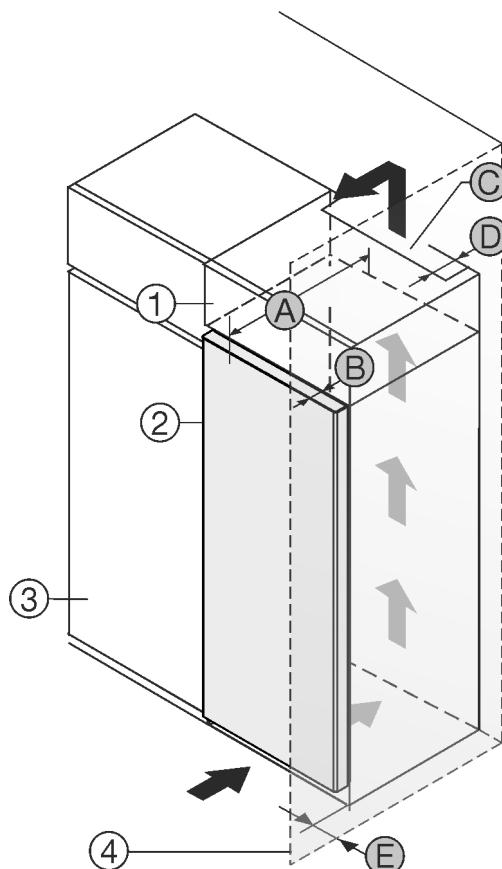

Fig. 1
Puteți amplasa aparatul direct lângă dulapul de bucătărie Fig. 1 (3).*
În partea din spate a dulapului suspendat trebuie să existe o fantă de aerisire cu grosimea Fig. 1 (D) pe toată lățimea dulapului suspendat.*
Sub tavanul încăperii trebuie să fie respectată secțiunea de ventilație Fig. 1 (C).*
Atunci când montați aparatul cu balamalele lângă un perete Fig. 1 (4), distanța dintre aparat și perete trebuie să fie de minim 13 mm.*
Atunci când montați aparatul cu balamalele lângă un perete Fig. 1 (4), distanța dintre aparat și perete trebuie să fie de minim 20 mm.*
Astfel încât să puteți deschide complet ușa, aparatul trebuie să fie proeminent cu cel puțin adâncimea ușii Fig. 1 (B) față de suprafața frontală a dulapului de bucătărie. În funcție de adâncimea dulapurilor de bucătărie Fig. 1 (3) și utilizarea distanțierelor de perete, aparatul poate ieși mai mult în afară.*